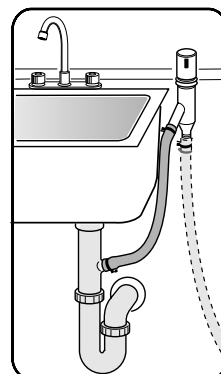

Ilustración 10
- 3 A la conexión de desagüe de la lavadora de platos debajo del fregadero a través de un espacio de aire, como se muestra en la Ilustración 10.